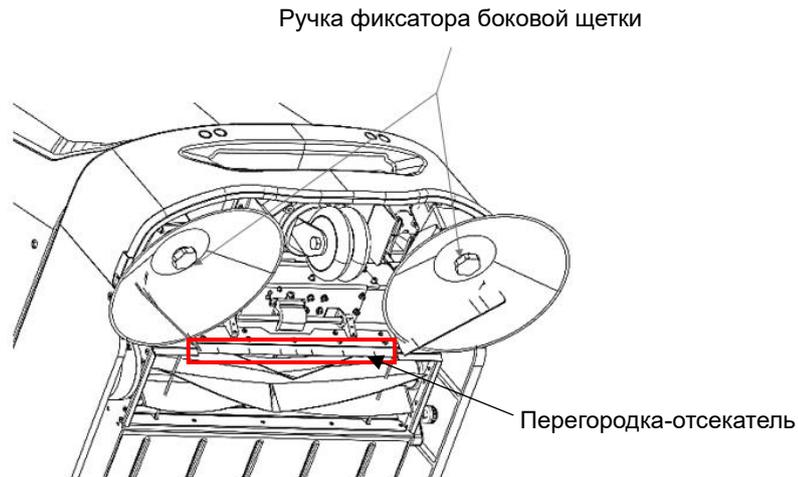

РИС.27
5. Проверьте перегородку-отсекатель (РИС. 27) на наличие мусора и удалите его.